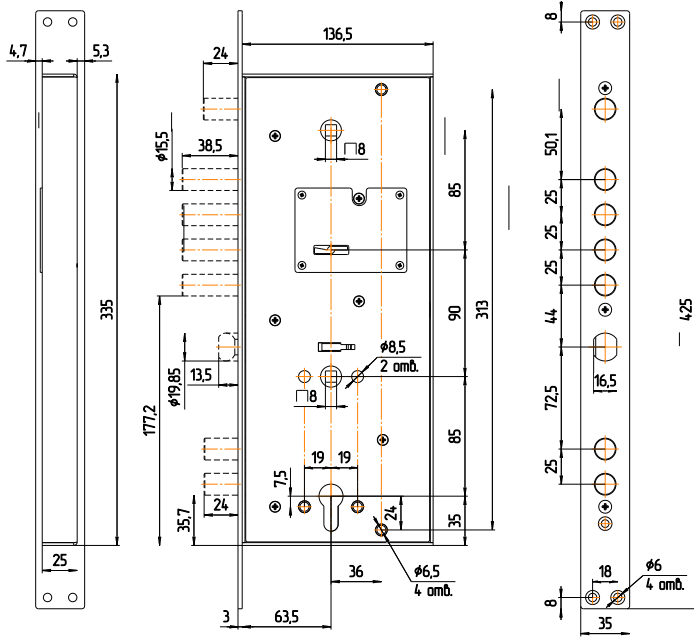

Рис.2
5.2. Произвести разметку и выполнить на полотне двери гнездо для корпуса замка, отверстия для ключа сувальдного механизма, для механизма цилиндрического, для стержня привода задвижки, для крепления накладок, а в дверной коробке – отверстия для пальцев засовов, защелки, задвижки (см. рис.2).